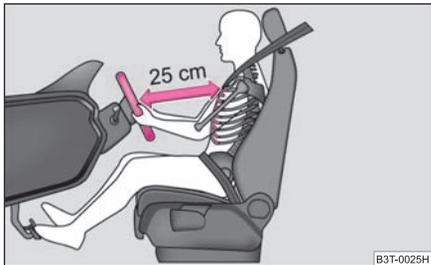

Fig. 104 Bonne distance par rapport au volant
- Le conducteur doit être au minimum à 25 cm du volant ⇒ fig. 104. Les airbags ne peuvent pas vous protéger si vous en êtes plus près - danger mortel!